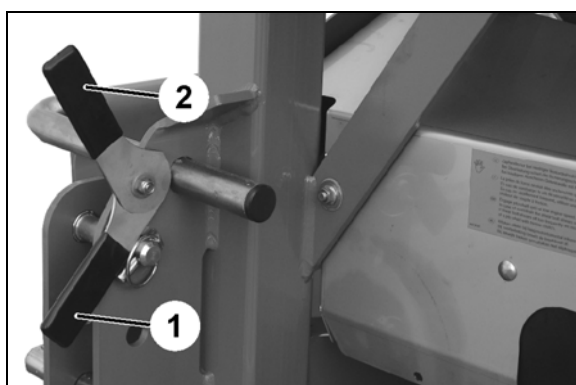

Bild 23
1. Lossa excenterspaken på båda sidor (Bild 23/1).